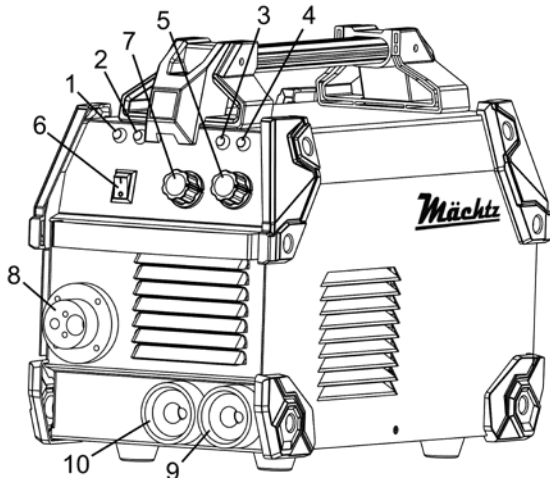
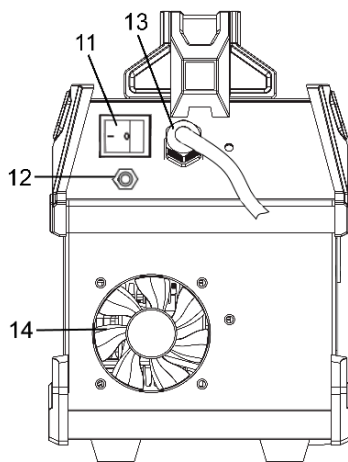

Рисунок 1
Рисунок 2
2.2.3 Індикатор термостатичного захисту (3, рисунок 1) вимкнений, якщо апарат працює нормально. Світіння даного індикатора свідчить про те, що перевищена температура всередині апарата і спрацював захист від перегріву. Сам апарат при цьому увімкнений, але електроживлення на зварювальний контур не подається доти, поки не буде досягнута нормальна температура. При цьому вбудований вентилятор (14, рисунок 2) системи охолодження продовжує свою роботу та після достатнього охолодження апарат запускається автоматично.
2.2.4 Індикатор «QC» (4, рисунок 1) поєднує індикацію роботи трьох функцій захисту електроніки виробу. Індикатор світиться у випадку спрацювання функції/функцій захисту при струмовому перевантаженні, захисту від перевантаження вихідних транзисторів IGBT, захисту від низької/високої напруги в електромережі.
2.2.5 Електродотримач має універсальну конструкцію для використання всіх типів стандартних електродів з обмазкою для зварювання металів. Струм зварювання виставляється за допомогою потенціометра (7, рисунок 1) залежно від типу та діаметра встановленого електрода, параметрів заготовки, складу металу, типу зварного з'єднання тощо. Цим же регулятором здійснюється вибір швидкості подачі дроту в палик в режимі «MIG/MAG/FCAW».
2.2.7 Перемикач режимів (MIG/MAG або MMA) виконується перемикачем (6, рисунок 1).
Зварювальні кабелі встановлюються в роз'єми (8, 9 та 10, рисунок 1) залежно від вибраного режиму зварювання (MIG/MAG або MMA). Для під'єднання кабелів необхідно вставити штекер кабелю у відповідний роз'єм так, щоб контакт штекера входив у паз до кінця. Після чого повернути штекер кабелю за годинниковою стрілкою до упору та переконатися, що він надійно зафіксований.
Для вибору необхідного режиму зварювання використовуйте перемикач режимів (6, рисунок 1) на передній панелі. Натискання на його верхню частину активує режим MMA, натискання на нижню частину – режими MIG/MAG/FCAW.
Для увімкнення апарата переведіть перемикач «Увімк/Вимк» (11, рисунок 2) на задній панелі в положення «Увімк» («I»), один з індикаторів живлення (1 або 2, рисунок 1) залежно від вибраного режиму роботи почне світитися зеленим кольором. Тримавши маску ПЕРЕД ОБЛИЧЧЯМ, проведіть кінець електрода по місцю зварювання, причому рух має бути схожим на запалювання сірника. Це і є правильний метод отримання дуги.
Для вимкнення апарата слід перевести перемикач «Увімк/Вимк» (11, рисунок 2) на задній панелі в положення «Вимк» («O»). Індикатор живлення (1 або 2, рисунок 1) згасне.